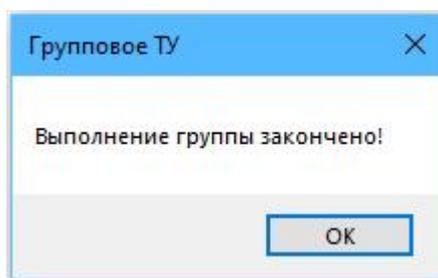

Рисунок 129 – Уведомление об окончании группы
– после выбора кнопки «Нет» появится окно «Групповое ТУ» (рисунок 129) с уведомлением о том, что выполнение группы закончено.